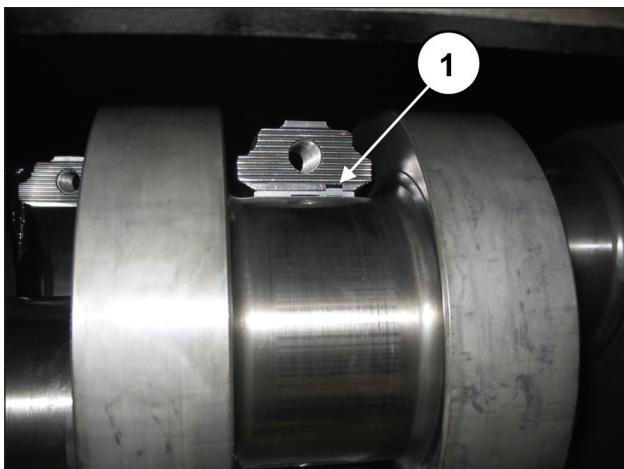

Fig. 58
Para montar correctamente los cojinetes, la lengüeta de referencia de los semicojinetes debe encajar en el alojamiento de la semibiela (pos. ①, Fig. 58).